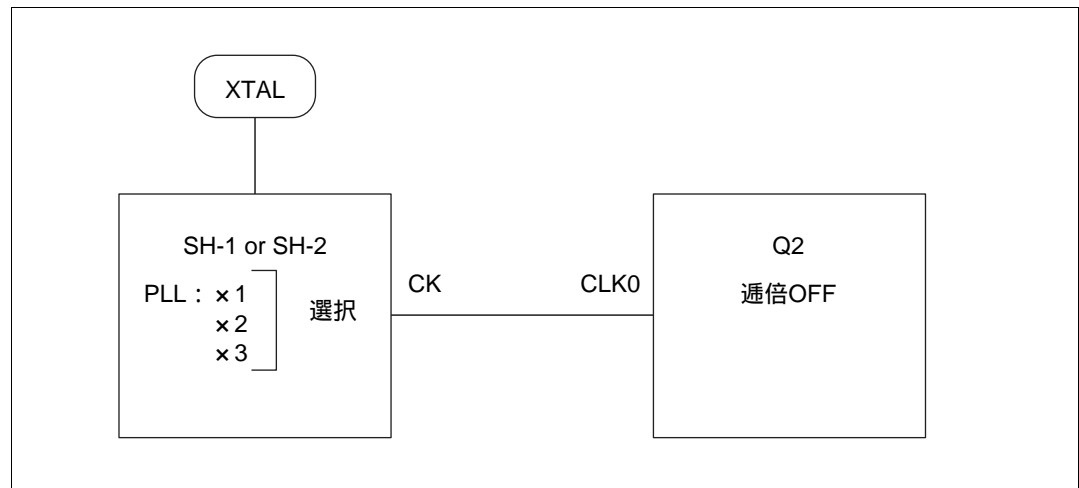

図 6.1 同期動作の接続例
(2) SuperH と Q2 を同一周期にて動作させる場合、SuperH のクロックと同じ周波数で、かつ、同じ位相のクロックを Q2 の動作クロックとして使用することを前提とします。このため、Q2 の逡倍を OFF にし、CK 端子から出力されるクロックをそのまま、CLK0 に入力してください。なお、この動作が可能な CPU は、SH-1、SH-2 のみです。(図 6.1 参照)